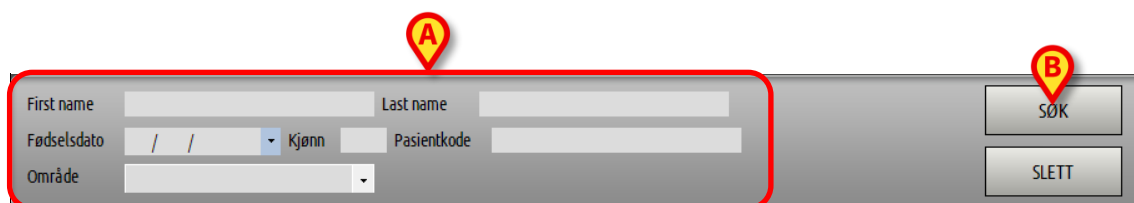

Fig. 105
Søkefeltene i det øverste området gjør det mulig å oppgi relevant informasjon om pasienten (Fig. 105).
- Legg inn opplysningene til pasienten du søker etter i ett eller flere felt (Fig. 105 **A**).
- Klikk på **Søk**-knappen (Fig. 105 **B**).